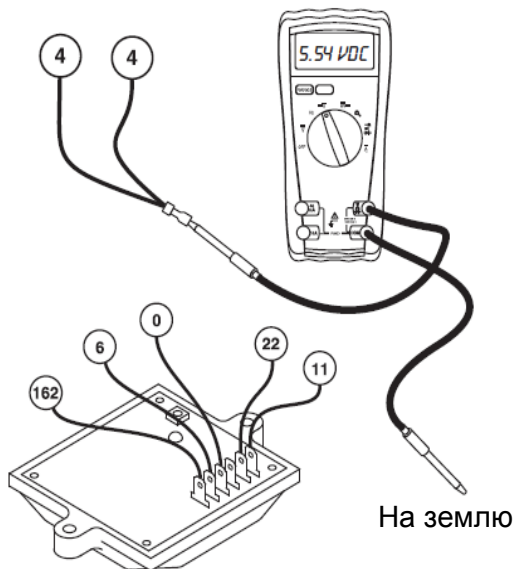

Рисунок 4. Точки тестирования поля дополнительного напряжения
1. Снять провод 4 с регулятора напряжения, 3 клемма сверху (рисунок 4).
5. Прокручивать двигатель, одновременно следить за показаниями авометра. Во время прокрутки двигателя показания должны составлять 4-6В постоянного тока. Если двигатель не заводится, авометр должен указывать на 0В (смотреть рисунок 4).